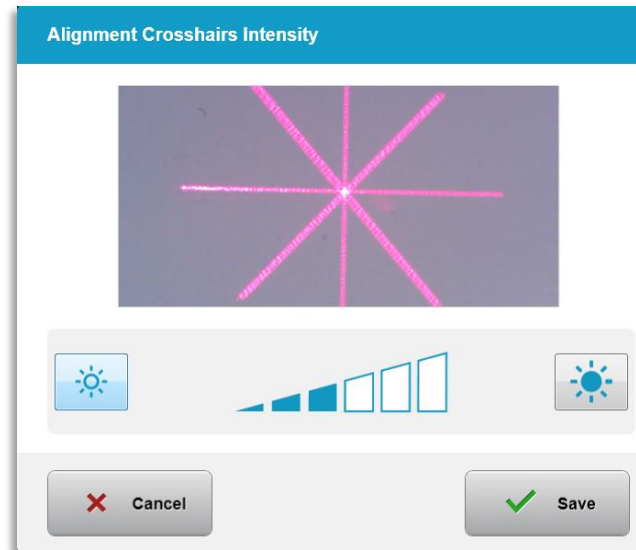

Figure 3-55. Intensité des mires d'alignement
- Sélectionnez « Alignment Crosshairs Intensity » (Intensité des mires d'alignement) dans le menu System Settings (Paramètres du système) pour modifier la luminosité des mires d'alignement. L'écran illustré à la figure 3-55 s'affiche.